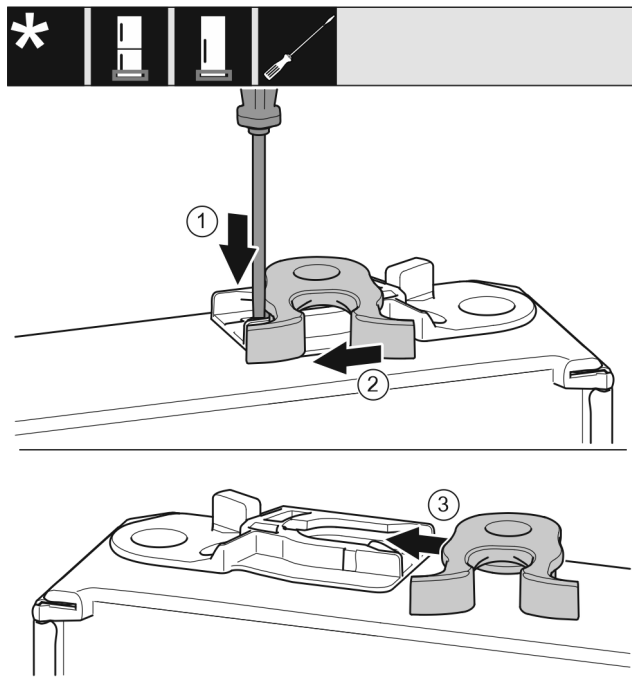

Fig. 39 \*
- ▶ Wcisnąć nakładkę Fig. 39 (1) w dół przy użyciu śrubokręta.\*
- ▶ Wyjąć hak zamykający Fig. 39 (2) z prowadnicy.\*
- ▶ Wsunąć hak zamykający Fig. 39 (3) w prowadnicę znajdującą się z drugiej strony.\*